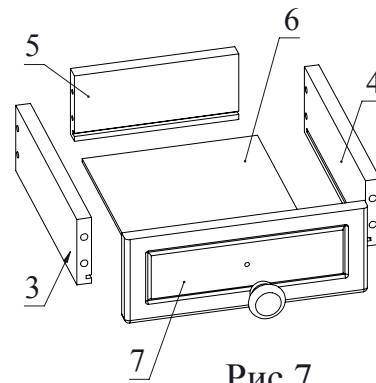

Рис.7
7. Соберите ящики. Для этого необходимо соединить детали 3, 4 с деталью 5 с помощью конфирматов. Затем вставить деталь 6 в пазы деталей 3, 4, 5. Установить деталь 7 на детали 3, 4 и зафиксировать, повернув головки минификсов по часовой стрелке до упора (Рис. 7).